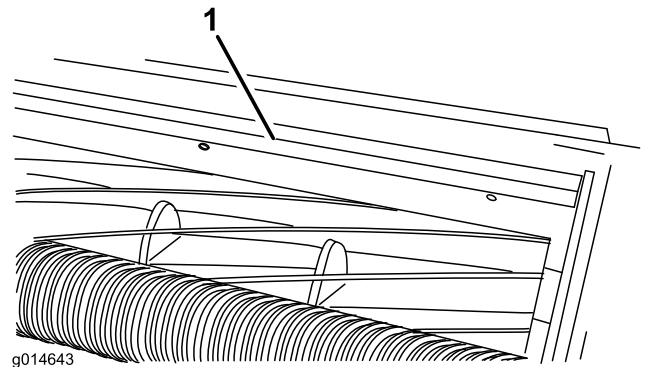

図 9
1. バー(図9)をカッティングユニットに固定しているボルトをゆるめる。